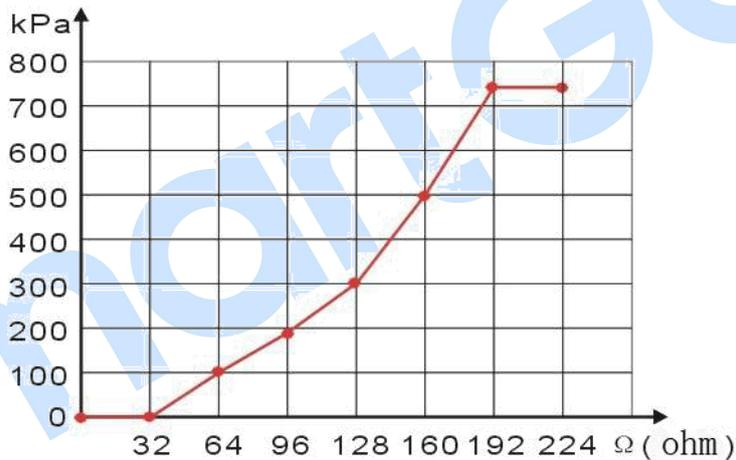

图 7 曲线设置
- 可以将最前面的几个点或最后面的几个点纵坐标设成一样。如图 7 所示：